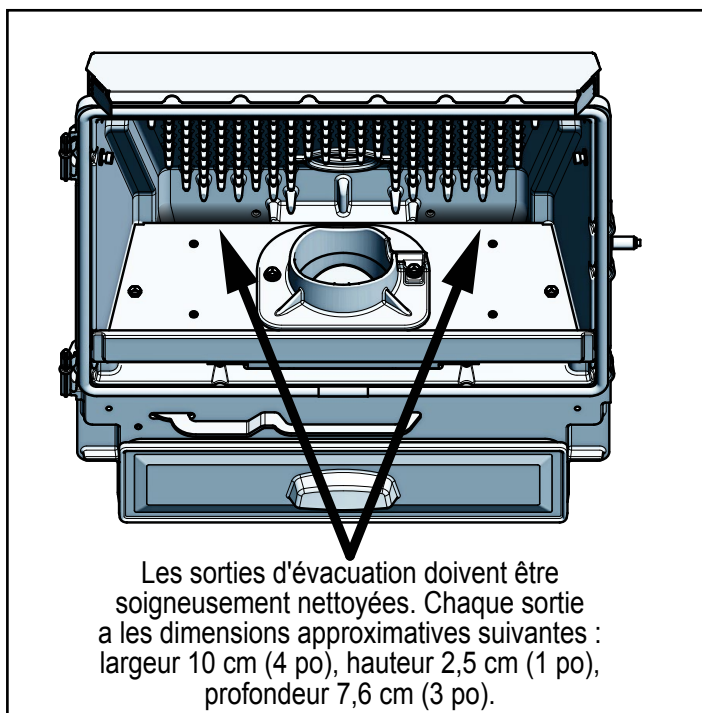

Figure 18.1
- Utilisez l'embout pour endroits difficiles pour terminer le nettoyage des ailettes de l'échangeur de chaleur. Il est crucial de bien nettoyer les 2 sorties des gaz (gauche et droite) à l'arrière du fond de la boîte à feu. **Figure 18.1** Vous pouvez utiliser plusieurs méthodes :